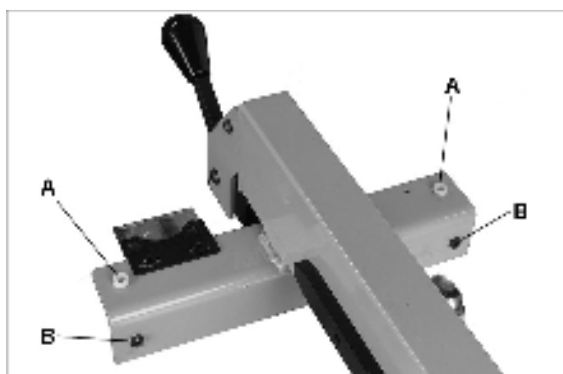

Рис. 16: задние регулировочные винты
- С помощью поставляемого в комплекте 8 мм шестигранного ключа проверните два нейлоновых регулировочных винта (см. Рис. 16, А) на одинаковое количество оборотов для того, чтобы поднять или опустить упор по отношению к держателю упора. Крутите винты по часовой стрелке, чтобы поднять упор, против часовой стрелки – чтобы опустить.
2. Если требуется регулировка, закрутите один из задних регулировочных винтов (см. Рис. 16, В) для того, чтобы выставить держатель упора вровень с угловым пазом.
Степень прижатия упора к направляющим рельсам может регулироваться путем вращения двух задних винтов (см. Рис. 16, В). Крутите оба винта одинаково (по часовой стрелке для затяжки) с помощью шестигранного ключа.